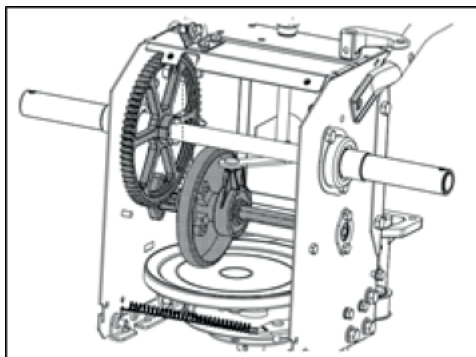

Рис. 21
2. Нанесите на шестигранный вал легкий слой всепогодной универсальной смазки. См. рисунок 21.